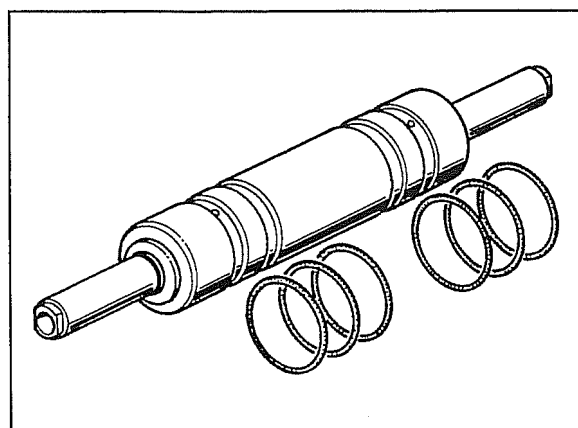

Fig. 80
16. A fig. 80 mostra o cilindro com os relativos anéis OR de retenção os quais deverão ser substituídos.